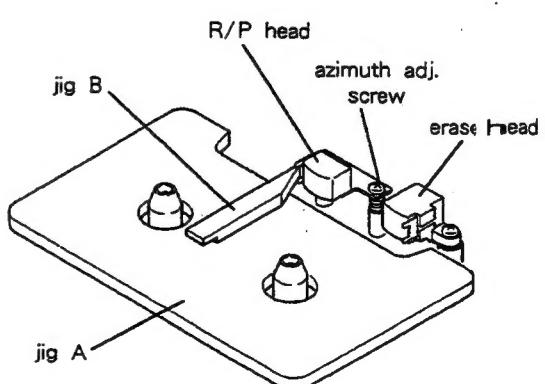

Fig. 2-7
- 1). Set jig A as shown in Fig. 2-7, then set the deck to PLAY mode.
- 5). Play back the 10 kHz signal on test tape MTT-256, then adjust the azimuth adjustment screw (Fig. 2-7) so that the phase difference between the L and R channels is 0° .
- 1). 図2-7のように治具Aをセットし、PLAYモードにする。
- 5). テスト・テープ MTT-256の10kHzを再生して、LchとRch の位相差が  $0^\circ$  になるようにアジャス調整ネジ(図2-7)で調整する。